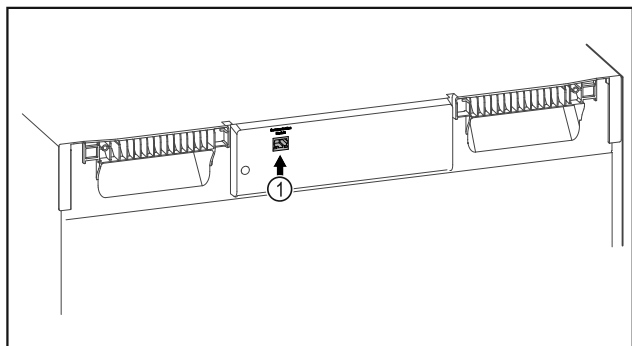

Fig. 119
- Je používán SmartModule Fig. 119 (1).